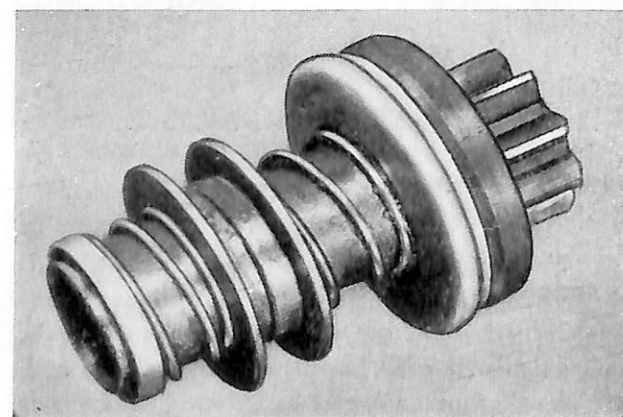

Bild 62. Startdrev.
2. Montera fjädrar och styrhylsa på startdrevet, se bild 62, samt kopplingsarmen i lagerskölden om de varit isärtagna. Smörj startdrev och kopplingsarm med värmebeständigt kullagerfett.